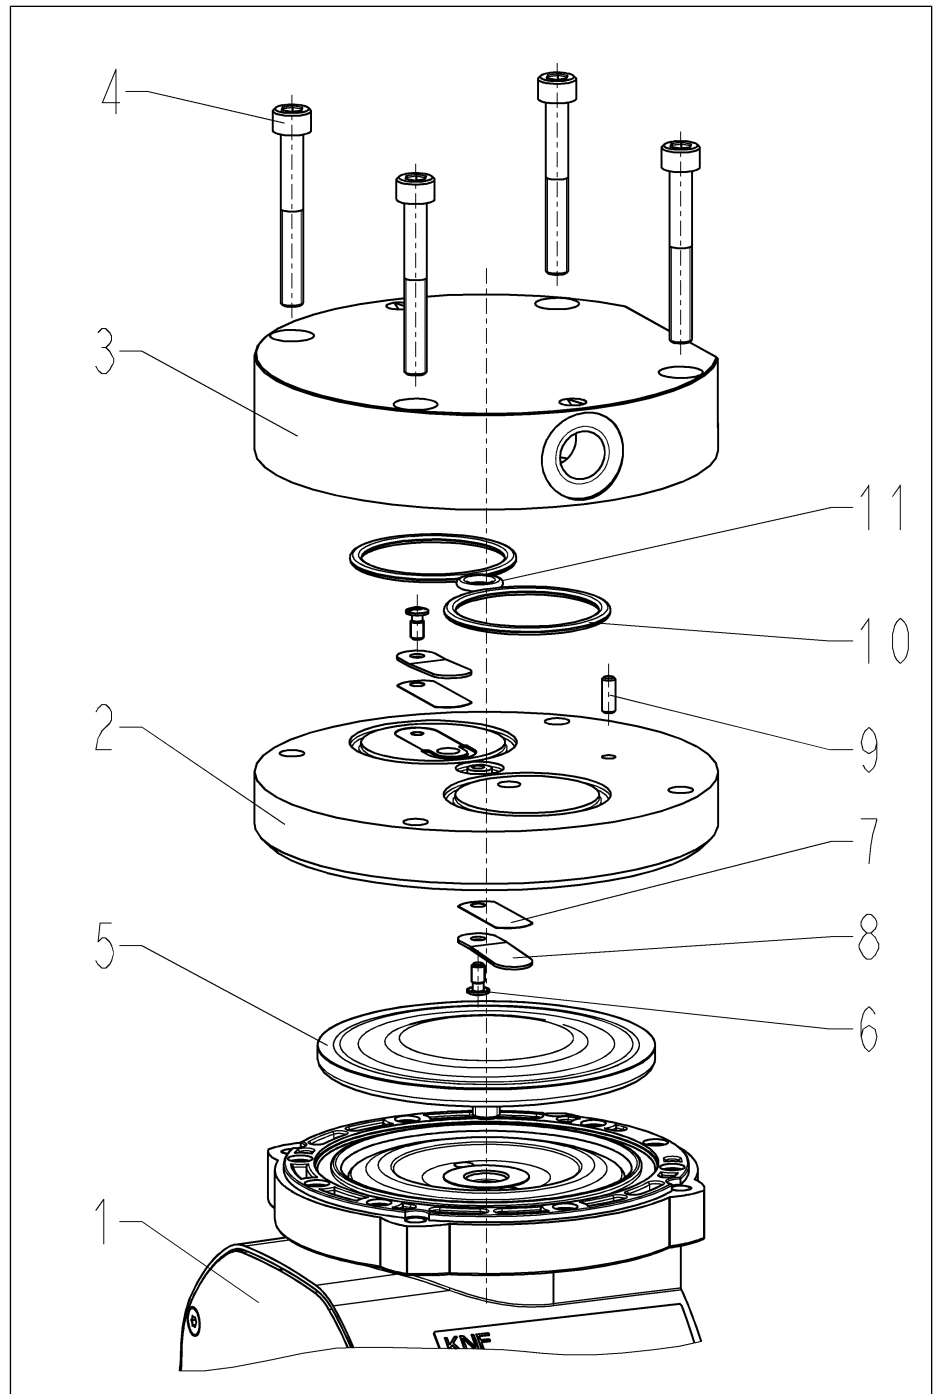

Fig.14 Parti della pompa
\*\* Come da Fig. 14
**i** I numeri di posizione all'interno delle seguenti istruzioni di lavoro si riferiscono alle Fig. 14.